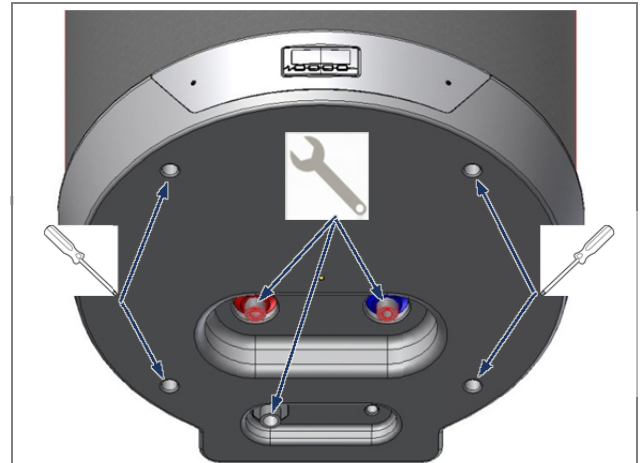

Fig. 16 – Rimozione pannello inferiore
- Rimuovere il pannello inferiore agendo sulle apposite viti di chiusura (Fig. 16);
Per la verifica o sostituzione dell'anodo sacrificale procedere con la rimozione del pannello inferiore (Fig. 16).